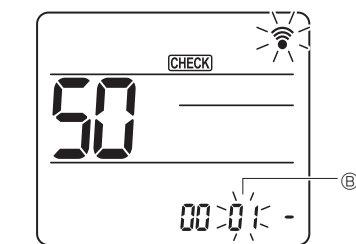

Fig. 6-18
- Tryck på knappen [↓] för att ställa in lägesnummer ^B. (Fig. 6-18)